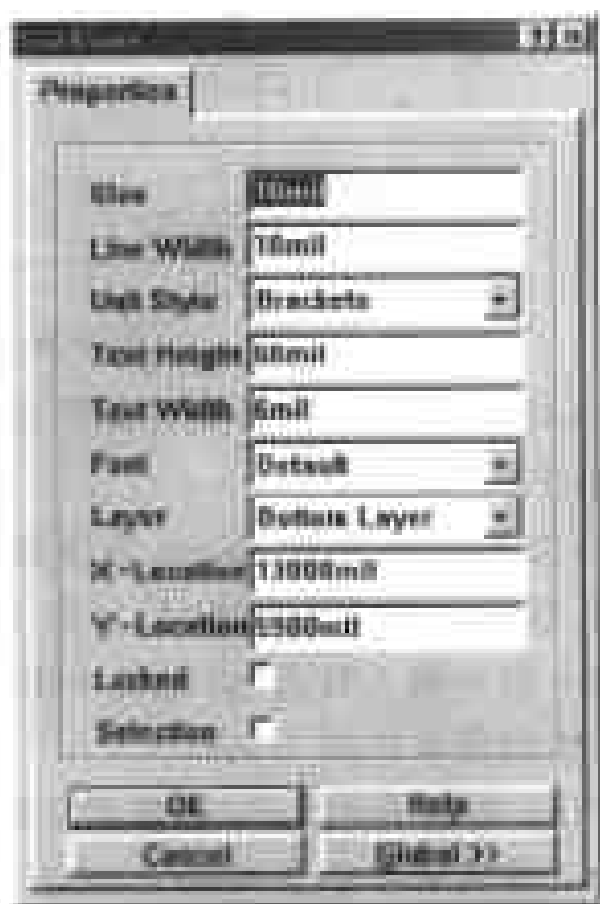

图 7-23 设置位置坐标属性的对话框
(3) 在图纸中双击位置坐标,弹出如图 7-23 所示的对话框,供用户设置位置坐标的各项属性。
注意: 在没有将位置坐标放置在图纸中之前,在如图 7-23 所示的对话框中设置坐标值是没有任何意义的。